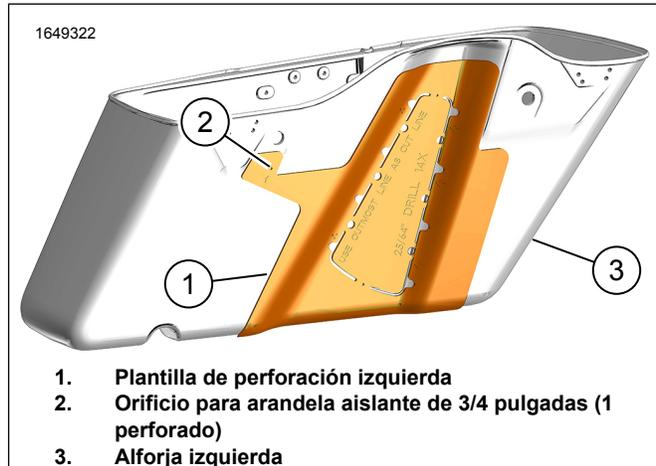

Figura 20. Plantilla de perforación de la alforja izquierda
1. Vea la Figura 20. Repita los procedimientos 1-8 de la alforja derecha.